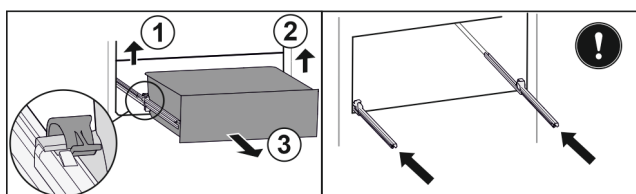

Fig. 119
- ▶ Soulever la bride gauche et tirer dans le même temps la partie gauche du tiroir vers l'avant. Fig. 119 (1)
- ▶ Soulever la bride droite et tirer dans le même temps la partie droite du tiroir vers l'avant. Fig. 119 (2)
- ▶ Retirer le tiroir par l'avant. Fig. 119 (3)